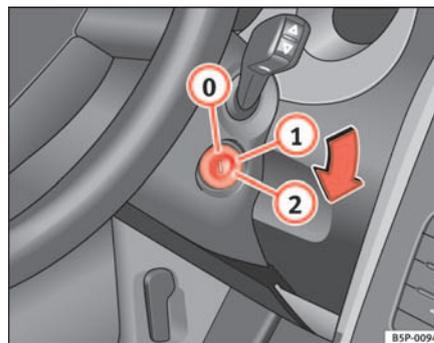

Fig. 131 Posiciones de la llave de contacto
En esta posición ⇒ fig. 131 el encendido y el motor están desconectados pudiéndose bloquear la dirección.
- Gire la llave de contacto hasta la posición ⇒ página 170, fig. 131 ①. El testigo  se encenderá en caso de precalentamiento del motor.
- En cuanto se apague el testigo, gire la llave de encendido a la posición ② para poner en marcha el motor y no pise el acelerador. ▶
- Gire la llave de contacto a la posición ⇒ página 170, fig. 131 .